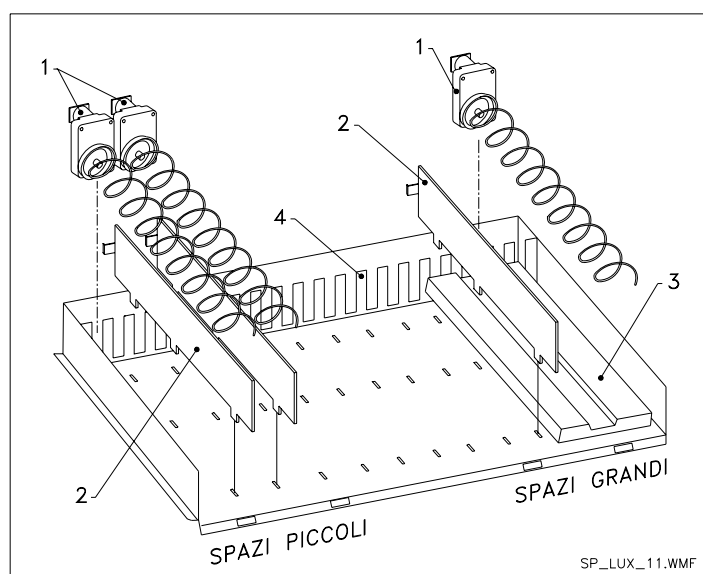

FIG. 10
9.6 PROCEDURE DE CONVERSION DES TIROIRS (FIG. 10) d'un espace grand en deux espaces petits.
9.7 PROCEDURE DE CONVERSION DES TIROIRS (FIG. 10) de deux espaces petits en un espace grand.